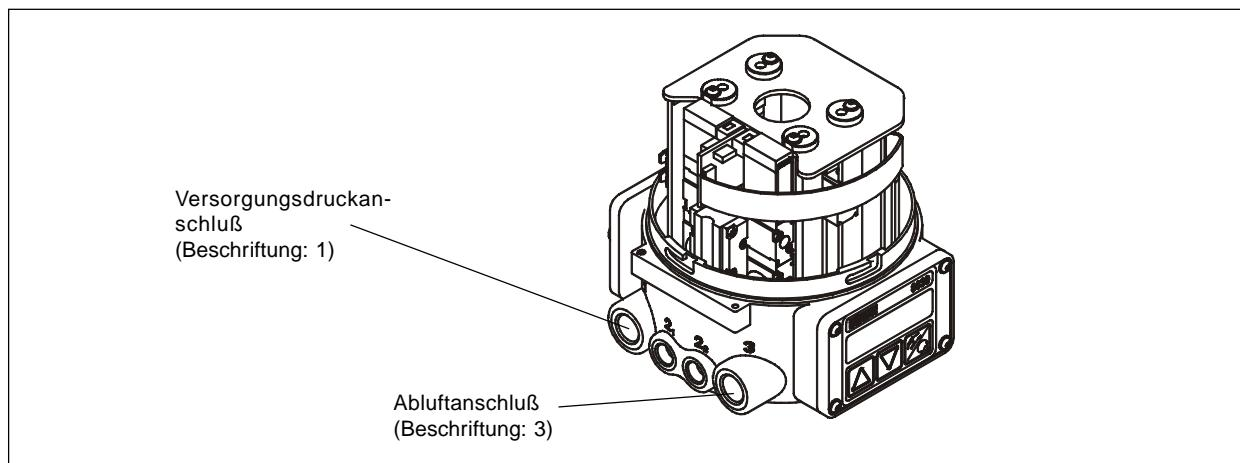

Bild 5.1: Fluidische Anschlüsse des TopControl Continuous
- Legen Sie den Versorgungsdruck an den Druckanschluß 1 - (Bild 5.1)
- Montieren Sie die Abluftleitung oder den Schalldämpfer an den Abluftanschluß 3 (Bild 5.1)